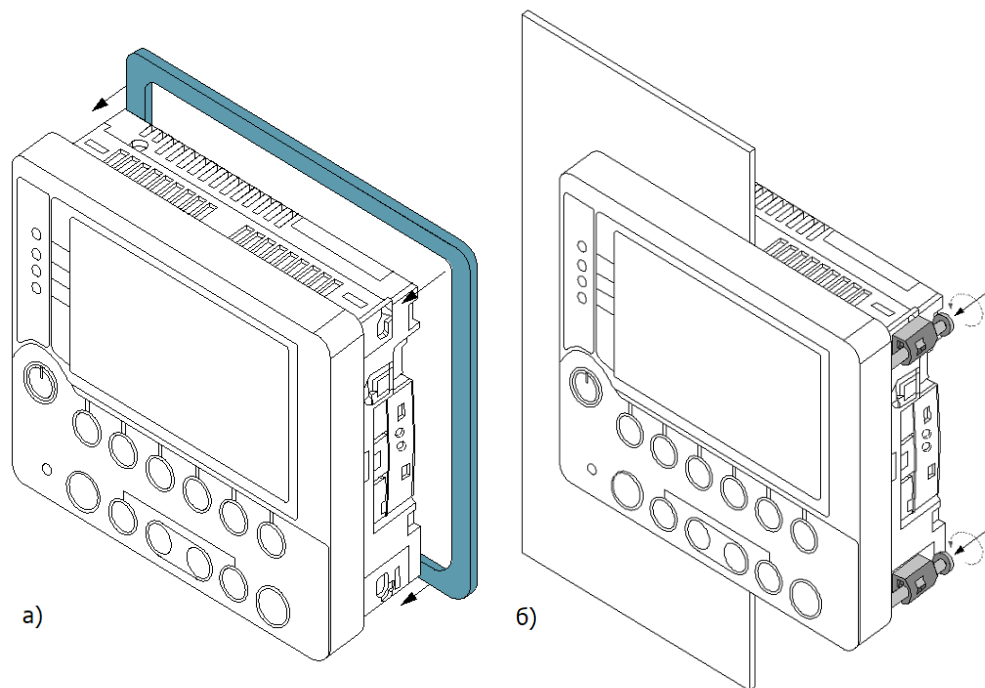

Рисунок 3.3 – Монтаж Контроллера на дверцу шкафа
- Установить уплотнитель в соответствующее гнездо в контроллере (см. рисунок 3.3), без уплотнителя класс защиты корпуса Контроллера снижается до IP54.